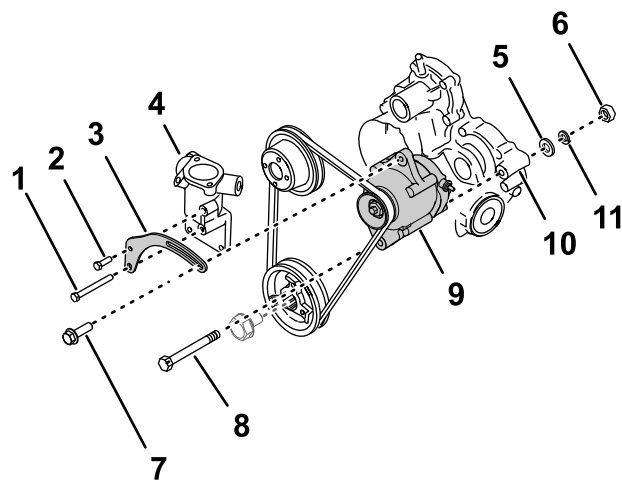

图 243
1. 将新皮带拉紧支架的孔与节温器外壳上的孔对齐图 243。
2. 用上孔中的短拉紧支架螺栓和下孔中的长拉紧支架螺栓将皮带拉紧支架安装到节温器外壳和汽缸盖上图 243。
4. 将交流发电机60A的下孔与发动机齿轮箱的孔对齐并将皮带滑动到交流发电机皮带轮上图 243。
6. 将螺母10mm松松地安装到枢轴螺栓上图 243。
7. 安装交流发电机锁紧螺栓穿过皮带拉紧支架上的槽与交流发电机中的螺纹孔 图 243。
8. 向外旋转交流发电机直到获得的皮带张力为在皮带轮的中间向皮带施加 4.5Kg 的压力时皮带偏移 10mm 图 243。